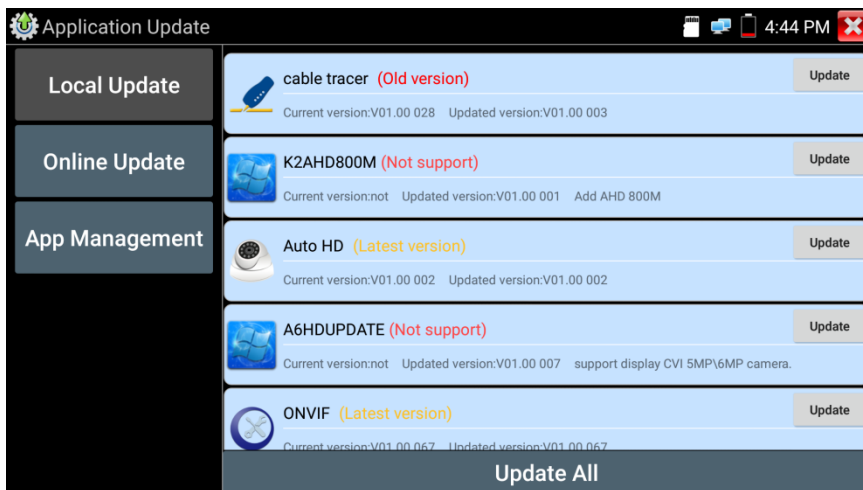

Рис. 121 Интерфейс приложения «Обновление прошивки» (Update)
1. Скопируйте файл прошивки, заранее скачанный с сайта [WWW.TEZTER.RU](http://WWW.TEZTER.RU) на карту памяти в директорию Update. Если такой директории на карте памяти нет, создайте ее самостоятельно. Найдите ярлык приложения «Обновление прошивки» (Update) на рабочем столе тестера и запустите его, рис. 121